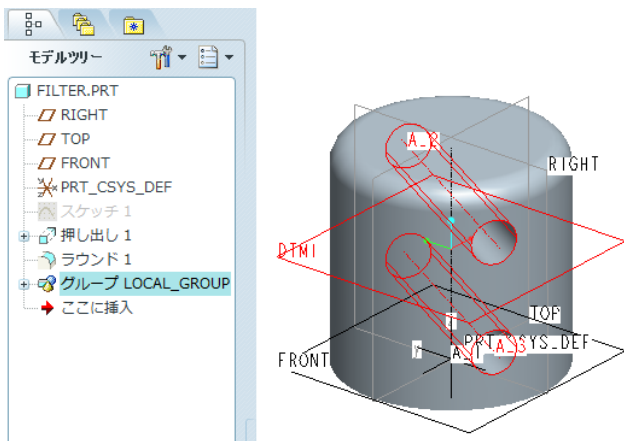

図 13-70 穴 1 とミラー 1 のグループ化完了
- するとモデルツリーの穴とミラーが消えて、以下に示すようになる。(図 13-70)